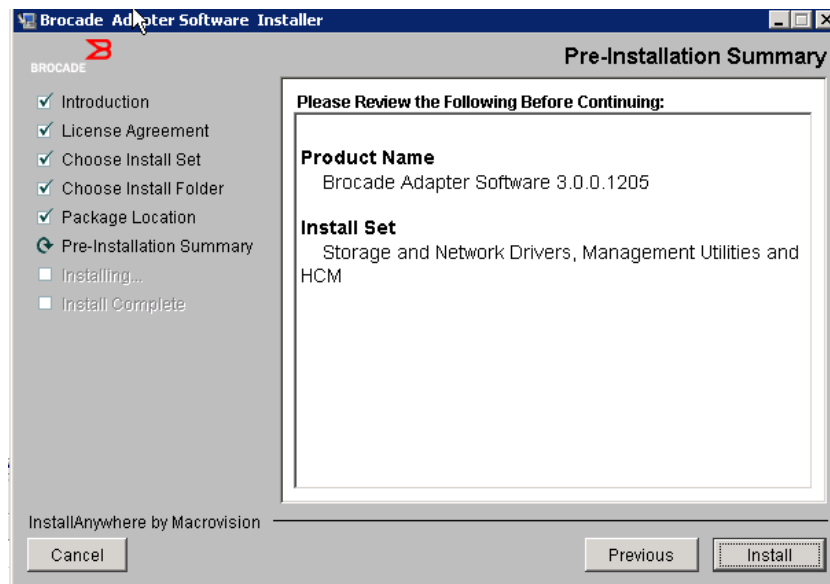

FIGURA 15 Pantalla Pre-Installation Summary (Resumen previo a la instalación)
11. Cuando se muestre la pantalla **Pre-Installation Summary** (Resumen previo a la instalación) (Figura 15 en la página 78), revise la información proporcionada y seleccione **Install** (Instalar) para confirmar e iniciar la instalación.